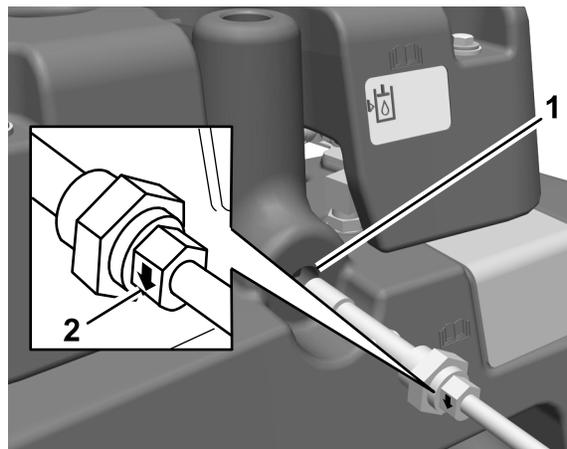

Figura 9
18. Retire o tampão do depósito hidráulico principal (Figura 9).
- Deslize o anel de retenção para o sensor de nível de óleo e instale o sensor no depósito hidráulico (Figura 9).
Importante: Certifique-se de que as setas de indicação em cada lado da porca que prende o sensor de nível de óleo hidráulico apontam para baixo (Figura 9).